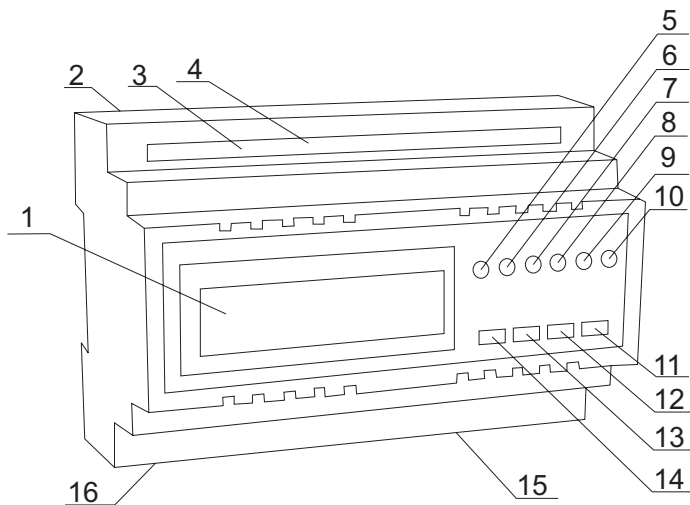
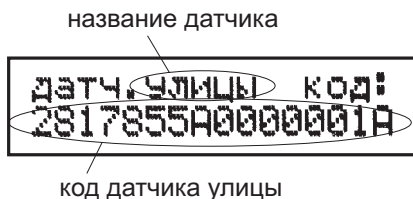

Рис.3.1. Расположение органов управления, контроля, гнезд подключения.
Рис.4.1. Экран кода датчика температуры уличного воздуха
Блок управления EGM-01 изображён на Рис.3.1. С нижней стороны располагаются клеммы подключения питания (16) и клеммы силовых линий для подключения управляемых
Для перехода в режим программирования следует тонким, желательно неметаллическим, предметом аккуратно нажать кнопку технологического режима внутри корпуса (поз.4 Рис.3.1), и не отпуская её, нажать кнопку «меню» (поз.14 Рис.3.1). При вхождении в технологическое меню на экране высветится окно установки кода датчика температуры уличного воздуха (Рис.4.1). Для всех датчиков вид окна и принцип работы с ним абсолютно одинаковы.